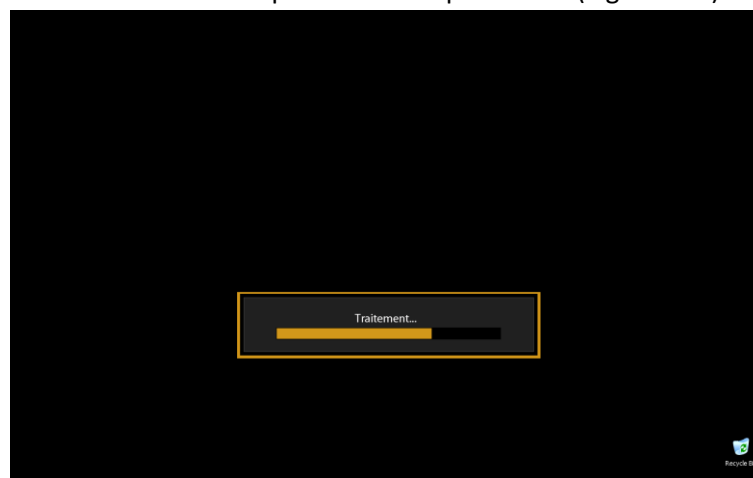

Figure 102
11. Après le redémarrage, le logiciel mettra à jour le système ; cette opération peut durer quelques minutes. Ne pas redémarrer la machine pendant cette procédure (Figure 102).